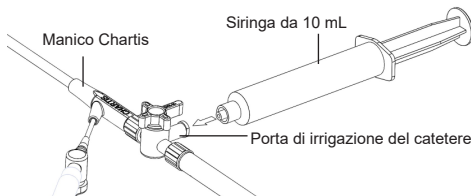

Figura 3: Collegamento alla porta di irrigazione del catetere
- Tirare indietro lo stantuffo della siringa da 10 mL e collegarla alla porta di irrigazione del rubinetto di arresto a tre vie. Vedere la figura 3 sotto.